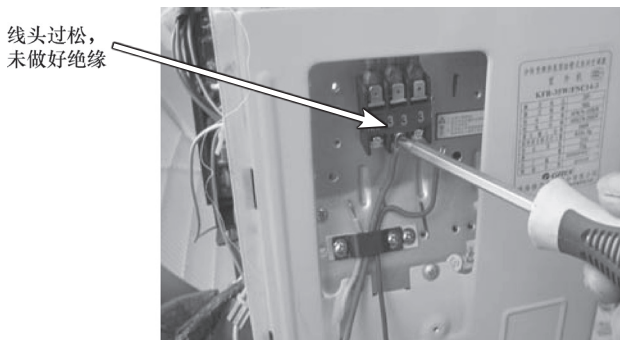

图 5-38 重做线头并连接好室外机接线端子
7) 紧固拉头检查线头绝缘，重新连接好室外机接线端子，如图 5-38 所示。